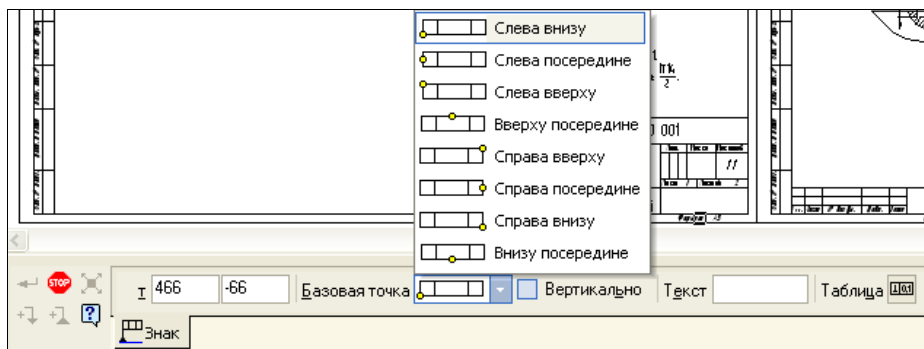

Рис. 12.18. Панель свойств в режиме построения допусков формы с открытым списком **Базовая точка**
- ♦ на Панели свойств в поле **Базовая точка** (рис. 12.18) из раскрывающегося списка выберите вариант точки привязки. В данном случае — **Справа посередине**;